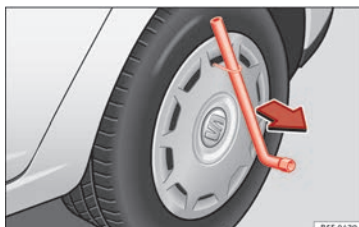

Bild 69 Avlägsna hjulsidan
- Demontera hjulsidorna med hjälp av trådbygel » » bild 69.